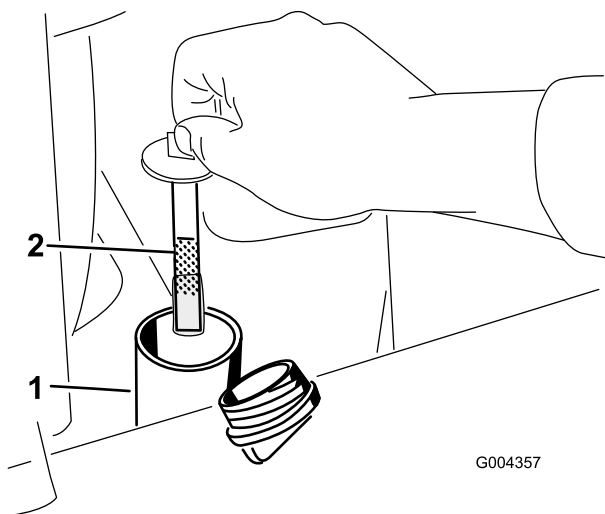

Figura 60
6. Rimuovete il tappo del collo del bocchettone e controllate il livello del fluido sull'asta di livello (Figura 60).